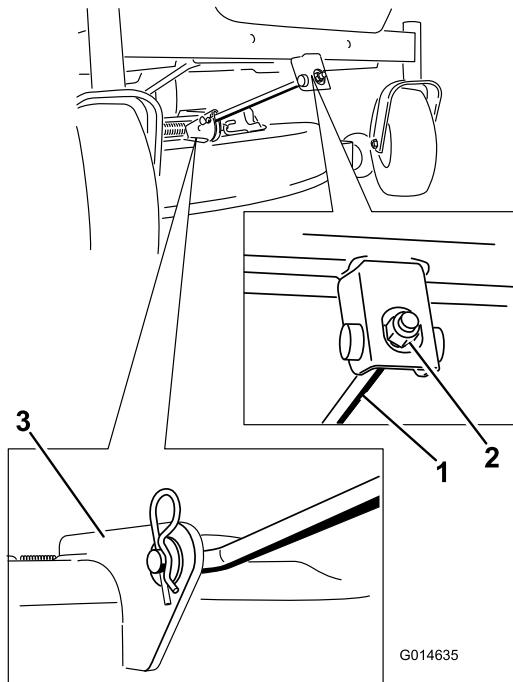

Figura 73
- Rimuovete la coppia dall'asta di supporto frontale e rimuovete l'asta dalla staffa del piatto di taglio (Figura 73).
8. Montate l'asta di sostegno anteriore sul piatto di taglio con il perno con testa e la coppiglia a forcina (Figura 73).